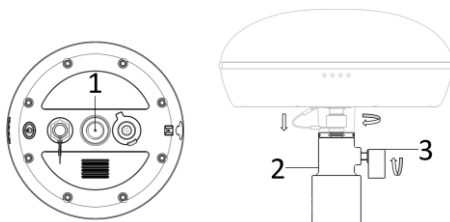

图 2-4GNSS レシーバの分解
下の図 2-4 に示すように、GNSS 受信機①の下部のネジ穴をステアリングコネクタ②のネジ穴に合わせ、GNSS 受信機を時計回りに回転させて固定します。同様に、GNSS 受信機を取り外すときは、反時計回りに回転させます。图 2-4GNSS レシーバの分解